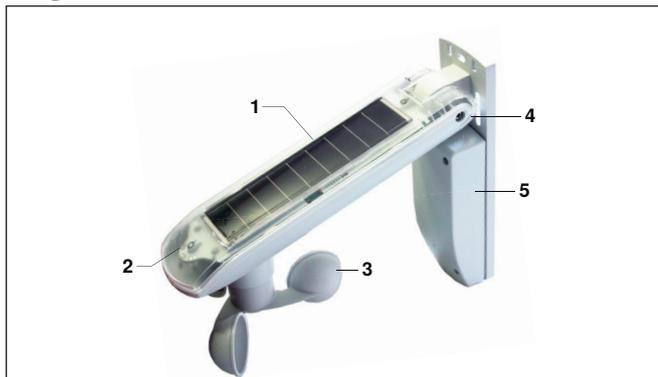

Abb. 1 EWFS Wetterstation eco
- Das Gerät ist so zu montieren, dass das Windrad möglichst waagrecht steht (Gehäuseneigung 15°). Zur Montage an schrägen Flächen kann es mit Hilfe des Gelenks (Abb. 1) waagrecht eingerichtet werden.